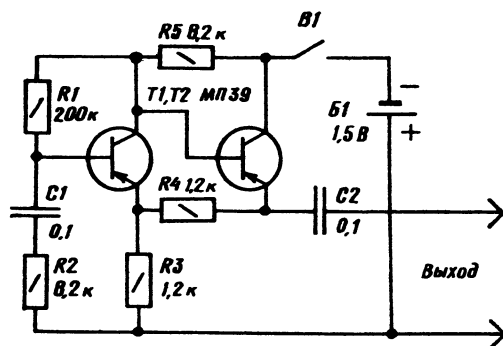

Рис. 70. Генератор-пробник на двух транзисторах
2. *Генератор-пробник на двух транзисторах без трансформатора* (рис. 70) вырабатывает прямоугольные импульсы и позволяет проверять все каскады усилителя или радиоприемника. Причем частоту колебаний можно изменить емкостью конденсатора  $C1$ : с увеличением емкости частота понижается. А изменение сопротивления резисторов влияет на форму выходных колебаний: с увеличением  $R2$  и уменьшением  $R3$  нетрудно добиться синусоидальных колебаний на выходе и превратить таким образом пробник в звуковой генератор с фиксированной частотой.